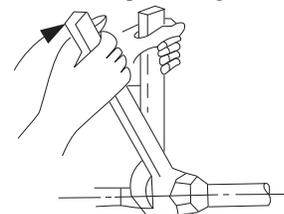

Fig. 12 – Serrage de l'écrou conique
- Serrez l'écrou conique et finissez l'installation à l'aide de deux clés comme indiqué à la figure 12.
10. Raccordez les conduites de frigorigène et la conduite de drainage à l'extérieur de l'appareil intérieur. Reportez-vous à la figure 12 pour une installation correcte des raccords évasés. Terminez l'isolation des conduites au niveau des raccords évasés, puis fixez les conduites et les câbles sur le mur. Scellez complètement l'ouverture pratiquée dans le mur.